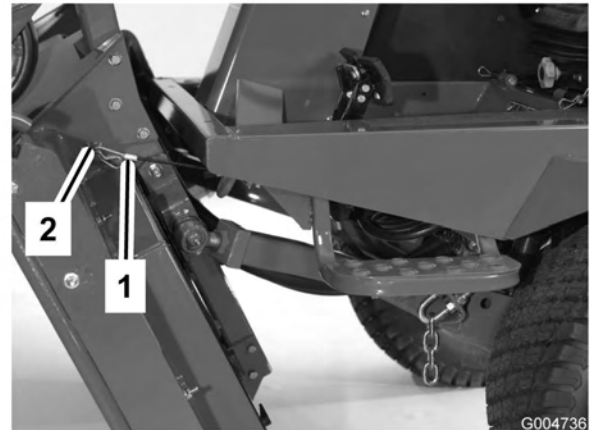

Bild 76
6. Halten Sie das Mähwerk dann in der aufrechten Stellung, bringen das Kabelende über dem Stift am Mähwerkhubarm an und befestigen es mit einem Splint (Bild 76).